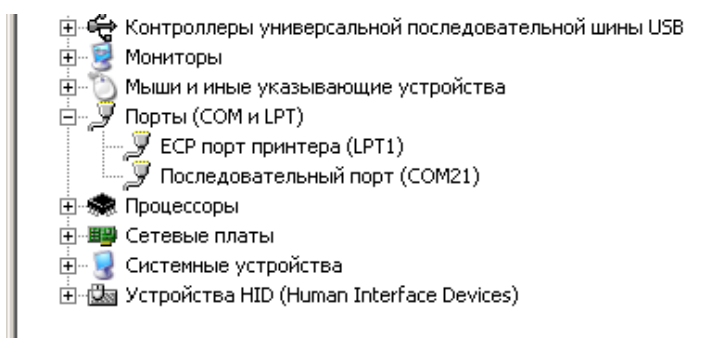

Рис. 2 Диспетчер устройств перед подключением адаптера
- 1) нажмите правой кнопкой мыши по значку «Мой компьютер» -> «Свойства» -> «Оборудование» -> «Диспетчер устройств» -> «Порты» (Рис.2).